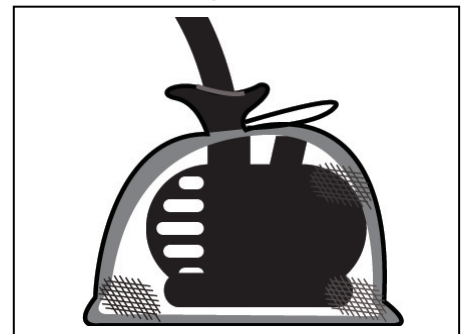

Fig. 3
3. Coloque la bomba dentro el bolso de la barrera. Tire el lazo hasta que el bolso de la barrera sea completamente cerrado alrededor de la tubería y del cable eléctrico. Ate un nudo en el lazo. Fig. 3